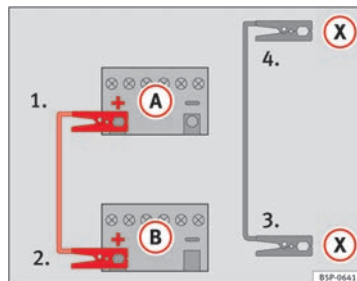

Abb. 231 Anschlussschema für Fahrzeuge mit Start-Stopp-System.
- Klemmen Sie ein Ende des *roten* Starthilfekabels an den Pluspol (+) des Fahrzeugs mit der entladenen Fahrzeugbatterie (A) an ⇒ Abb. 231.
- Klemmen Sie das andere Ende des *roten* Starthilfekabels an den Pluspol (+) des stromgebenden Fahrzeugs (B) an.
- Klemmen Sie ein Ende des *schwarzen* Starthilfekabels (X) an einen geeigneten Masseanschluss, ein massives, fest mit dem Motorblock verschraubtes Metallteil oder an den Motorblock selbst an ⇒ Abb. 231.
- Klemmen Sie das andere Ende des *schwarzen* Starthilfekabels (X) im Fahrzeug mit der entladenen Batterie an ein mit dem Motorblock verschraubtes massives Metallteil oder an den Motorblock selbst, aber an einer weit von der Batterie (A) entfernten Stelle an.